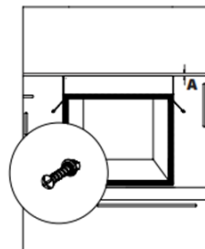

Abbildung 5
- Nach der Installation muss zwischen der Unterseite der Arbeitsplatte und der Oberseite des Geräts ein Freiraum verbleiben, der in Abb. 5 mit "A" bezeichnet ist. Der Freiraum dient der Belüftung und sollte geschlossen sein.
- Befestigen Sie den Backofen mit den mitgelieferten Schrauben an den Möbeln. Die Schrauben müssen durch die am Rahmen des Geräts angebrachten Kunststoffteile gesteckt werden, wie in Abb. 5 dargestellt. Die Schrauben dürfen nicht zu fest angezogen werden. Andernfalls können sich die Schraubenlöcher abnutzen.